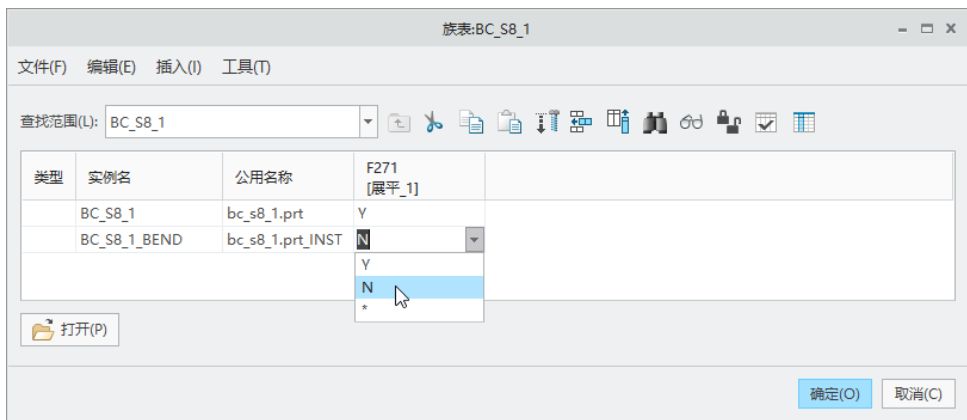

图 8-16 修改新实例行的名称和“展平”单元格属性
(7) 将新实例行的名称修改为 BC_S8_1_BEND，并将其“展平”单元格中的“*”更改为“N”，如图 8-16 所示。